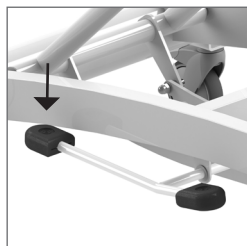

Figura 3. Movimiento ascendente.
- El carro se mueve hacia arriba presionando la parte larga del pedal con lentitud y uniformidad (*Ver figura 3*).